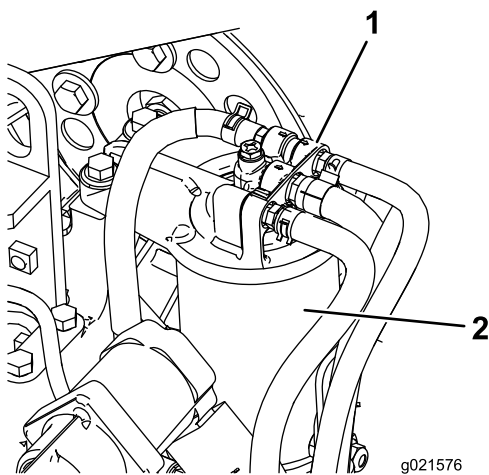

Figura 79
1. Pulite le superfici circostanti la testa del filtro del carburante (Figura 79).
2. Togliete il filtro e pulite la superficie di montaggio della testa del filtro (Figura 79).